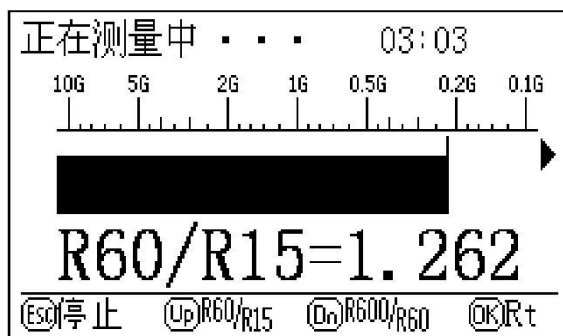
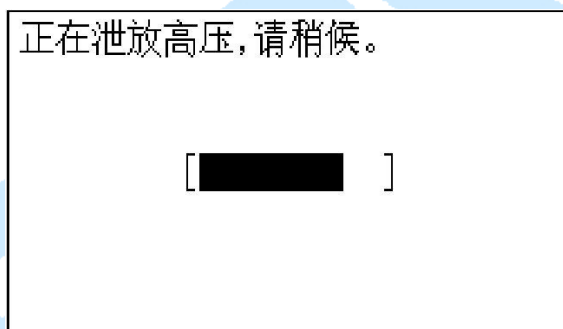
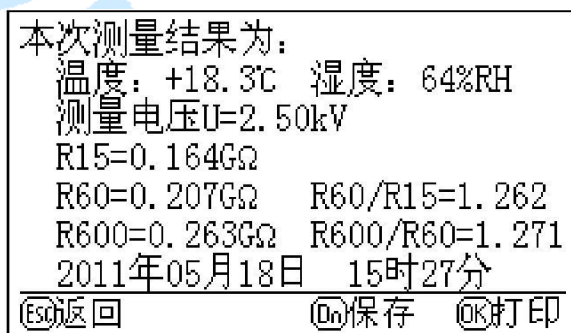
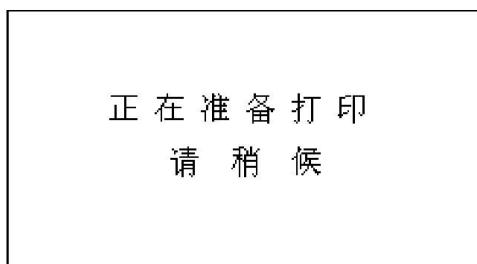

图 11
图 12
图 13
图 17
按 UP 键，将依次显示 R15，R60，R60/R15，如图 11；按下 DOWN 键，将依次显示 R60，R600，R600/R60。
高电压，出现高压泄放提示界面，如图 12。待电压泄放完毕后，出现本次测量的结果界面，如图 13 所示。可将其打印、存储。
6. 在图 11 或在图 13 界面下按 OK 键，若打印机此时处于在线状态，则出现图 17 所示界面，开始打印。